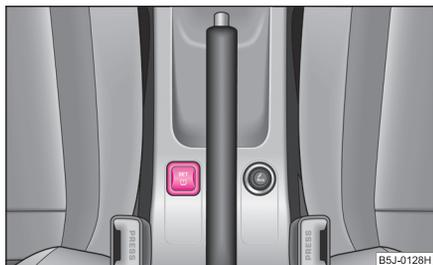

Fig. 147 Tecla para ajustar el valor de control de la presión de inflado de los neumáticos
- Pulse la tecla **SET** (↓) ⇒ fig. 147 durante más de 2 segundos. Mientras se pulsa se encenderá el testigo (↓) en la tecla. Al mismo tiempo se memorizan los valores básicos, lo que se confirma con una señal acústica y el apagado del testigo (↓).